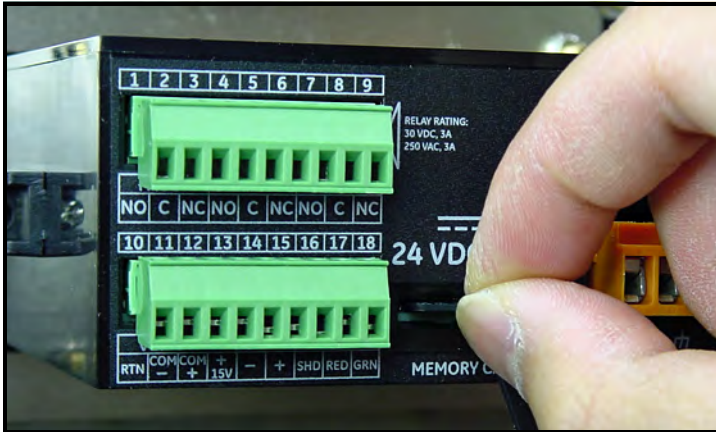

Abbildung 51: Entfernen der MicroSD-Karte
3. Nachdem die MicroSD-Karte teilweise ausgeworfen wurde, ziehen Sie sie aus dem **dew.IQ** heraus (siehe *Abbildung 51* unten).